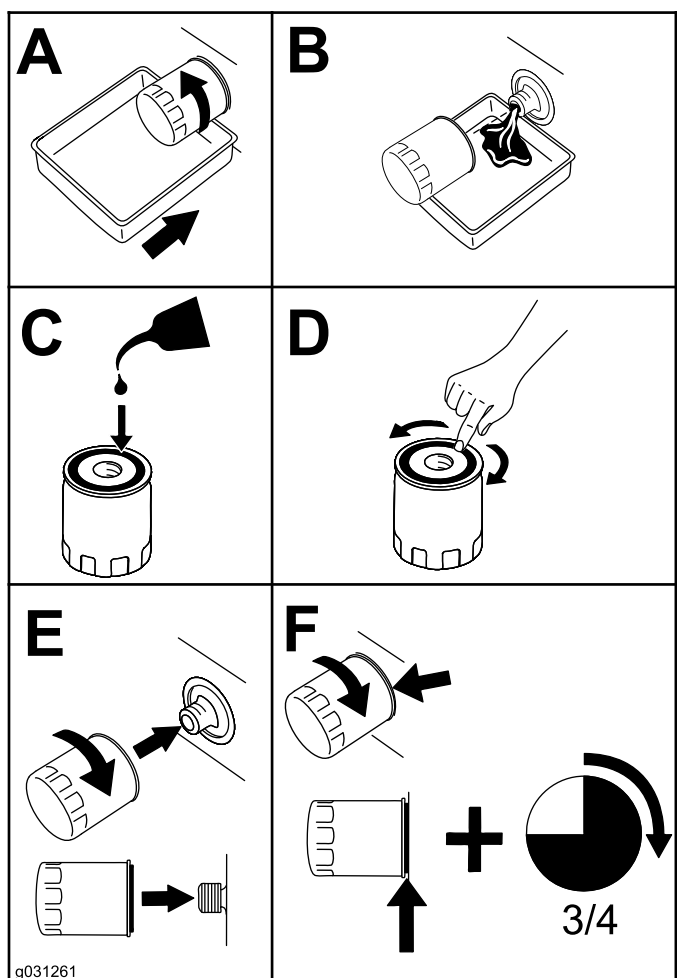

Рисунок 54
4. Замените масляный фильтр двигателя, как показано на Рисунок 54.